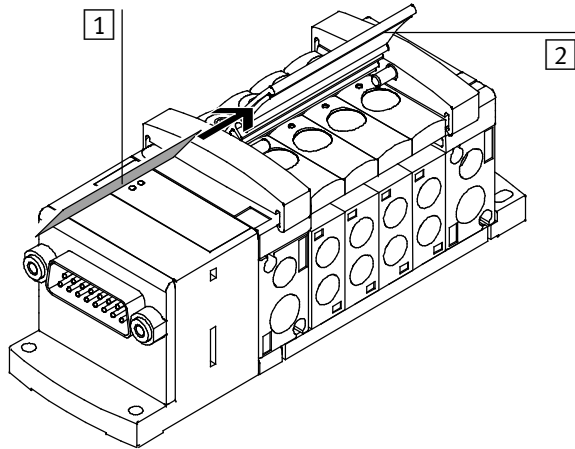

Bild 2/9: Montage des Schilderträgers
- Hebeln Sie mit einem passenden Schraubendreher vorsichtig die 4 Schnapphaken aus der Aussparung der Ventilsel. Lage der Schnapphaken → Bild 2/8.